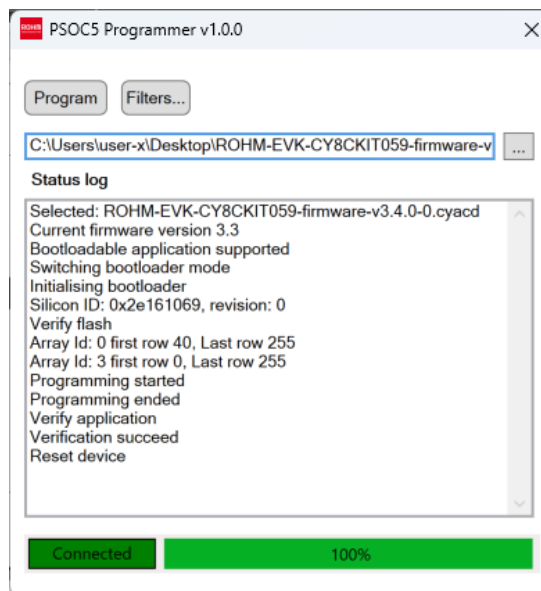

Figure 99. PSOC5 Programmer ステータスログ
5. PSOC5 Programmer ステータス ログに「Verification succeeded (検証に成功しました)」というメッセージが表示され、アップデートが完了していることを確認します。(Figure 99)